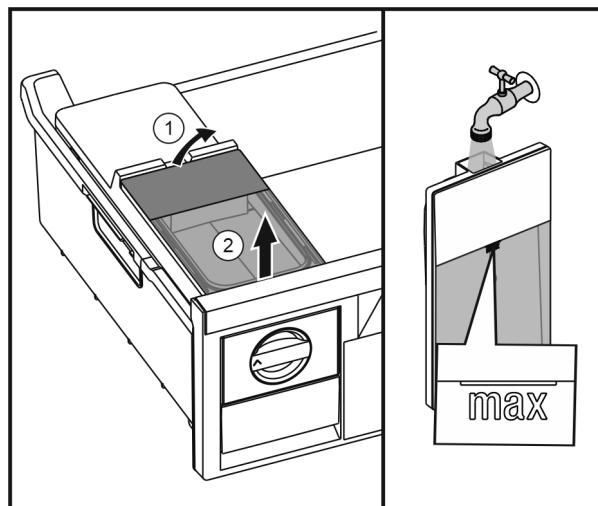

Fig. 32
- Soulever le réservoir d'eau depuis l'arrière Fig. 32 (1) et l'enlever vers le haut Fig. 32 (2).